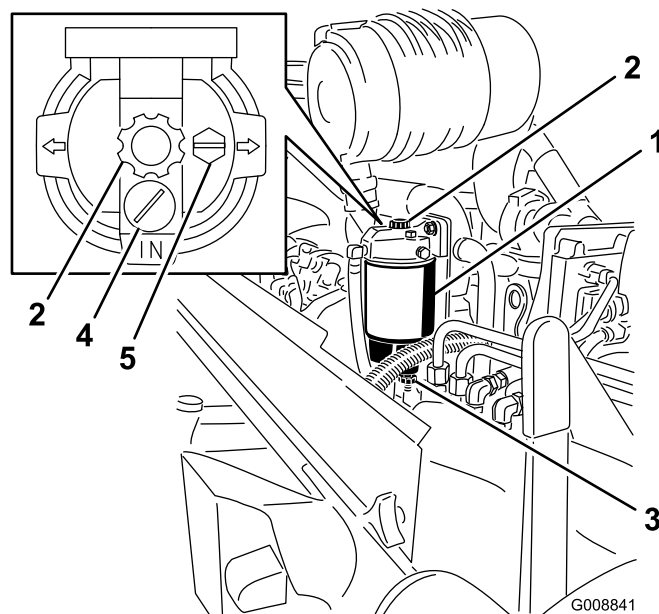

図 62
1. 燃料フィルタの下に汚れのない容器をおく（図 62）。
2. ドレンプラグを開き、ポンプを作動させて、たまっている異物を容器に出す（図 62）。
2. ベントプラグをゆるめるとドレンプラグが開き、燃料とともにたまっていた異物がでくる（図 62）。